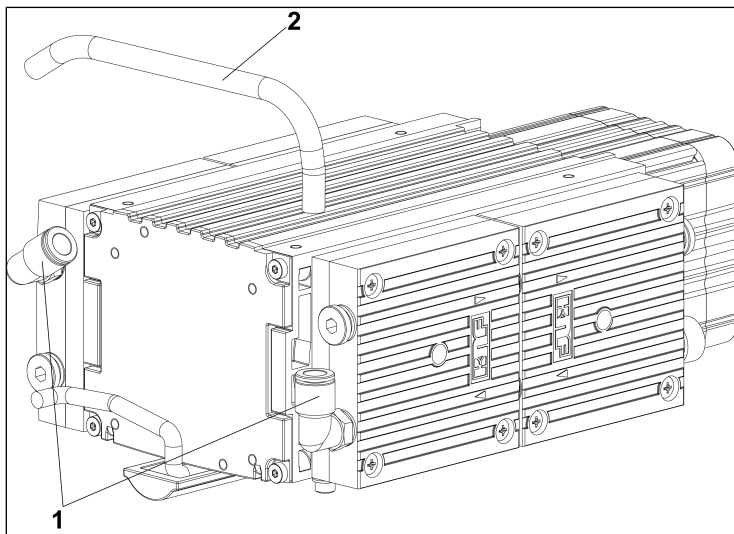

Fig.7: Desmontaje de la conexión
1. Aflojar el tubo de conexión (2/ Fig. 7) apretando hacia abajo y manteniendo presionado el anillo de aflojamiento (1/ Fig. 7).
2. Tirar del tubo de conexión (2/ Fig. 7) con cuidado para retirarlo de la junta roscada.
1. Introducir el tubo de conexión (2/ Fig. 7) hasta el tope en la conexión.